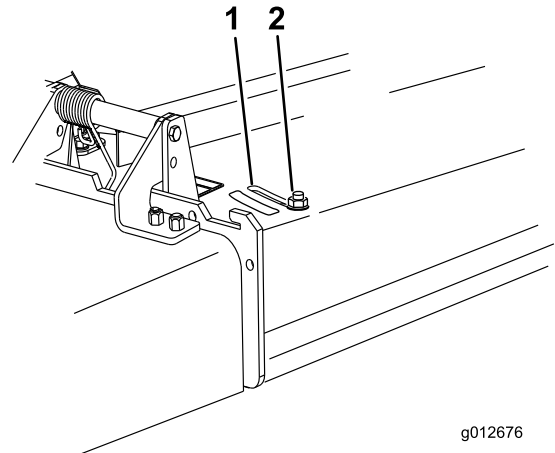

Figure 19
3. Pour régler le déflecteur, desserrez l'écrou (Figure 19).